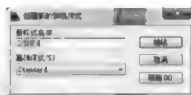

图 5-52
**步骤 2:** 在【表格样式】对话框中单击 **新建(N)...** 按钮, 弹出【创建新的表格样式】对话框, 再给对话框输入创建的新表格样式的名称, 如图 5-52 所示。